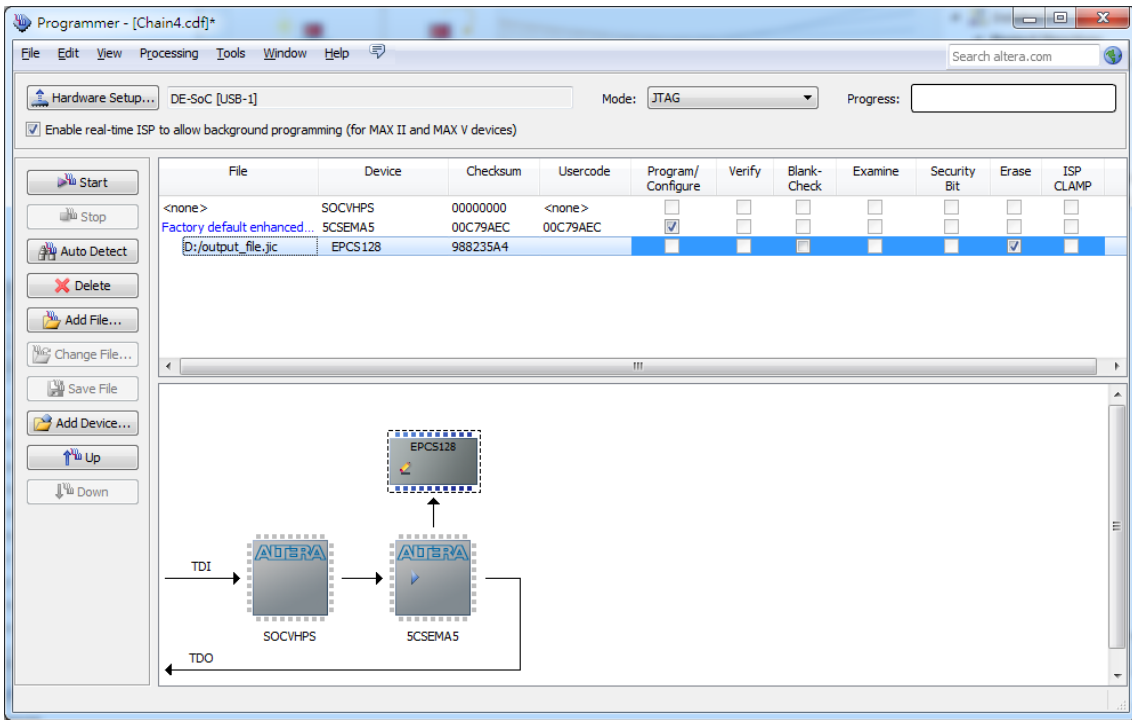

图 8-8 擦除 EPCS 器件
5、如图 8-8所示，勾选相应的**Erase**复选框，FPGA Device所在的File列会自动加载Factory default enhanced SFL Image。